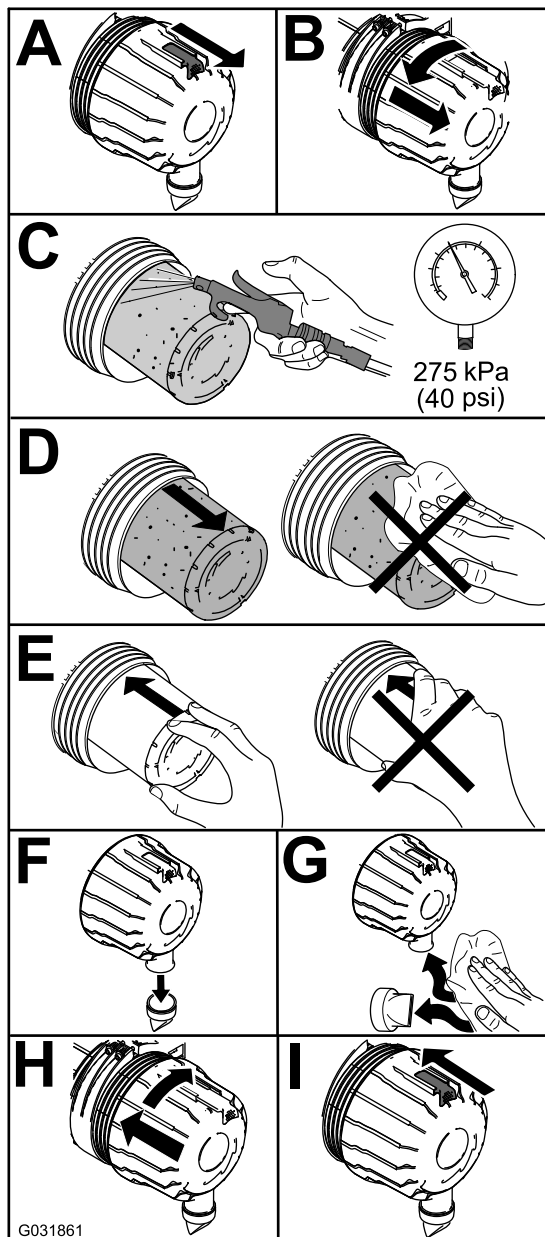

Bild 77
1. Tauschen Sie den Luftfilter aus (Bild 77).